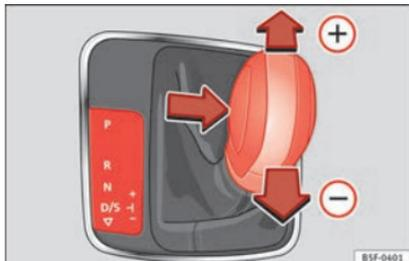

Fig. 171 Cambio del rapporto di marcia con Tiptronic.
- Spostando delicatamente la leva selettore in avanti »» **fig. 171** (+) si passa alle marce superiori.
- Spostandola all’indietro »» **fig. 171** (-) si passa alle marce inferiori.